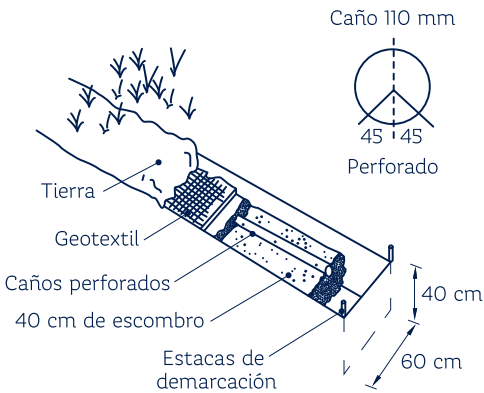

Figura 3
- D** Coloque tuberías ranurada sobre los puntos fijos con las ranuras hacia abajo, luego nivele con piedras hasta el lomo de la tubería. (Figura 3)